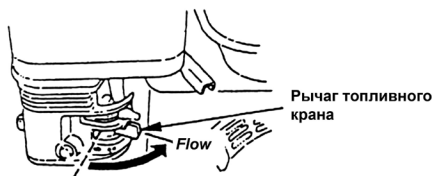

рис. 3
1. Установите рычаг топливного крана в положение FLOW (рис. 3)